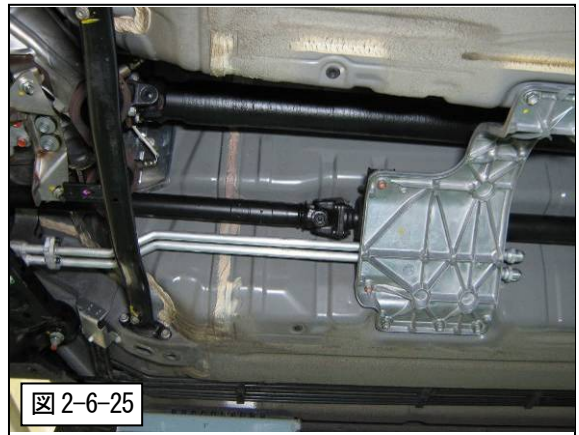

図 2-6-25
(11) パイプ No. 3 に Oリング を取付け、パイプ No. 2、3 を仮組みしてください。(図 2-6-25)
(12) パイプと車体とのクリアランスを調整しながら各部のボルトを締付けてください。(重要)